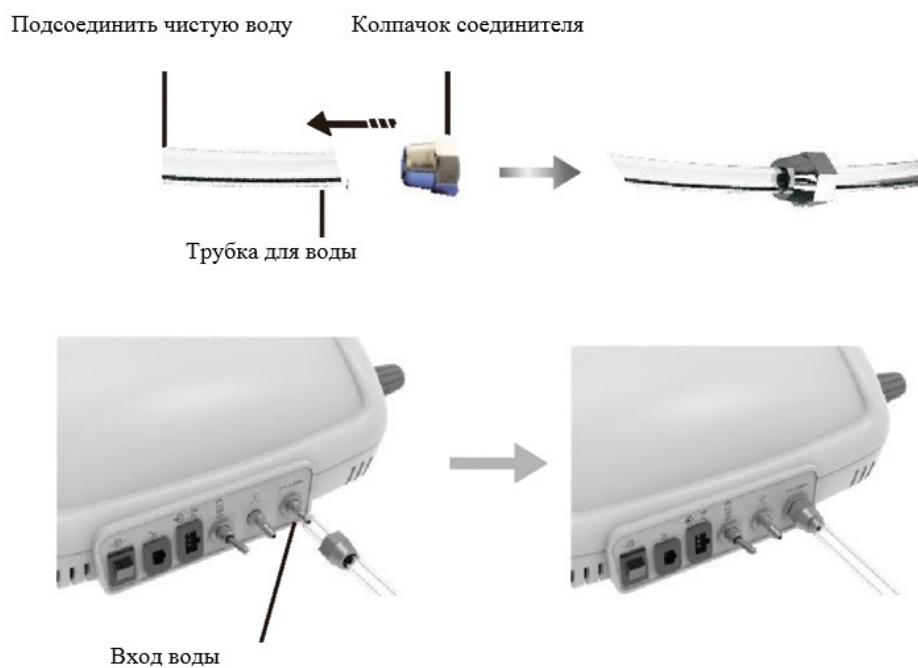

Рисунок 3
в) Схема подсоединения системы подачи воды показана на рис.3
- Соедините один конец трубки для воды со входом воды, а другой конец с источником чистой воды (рис.3)